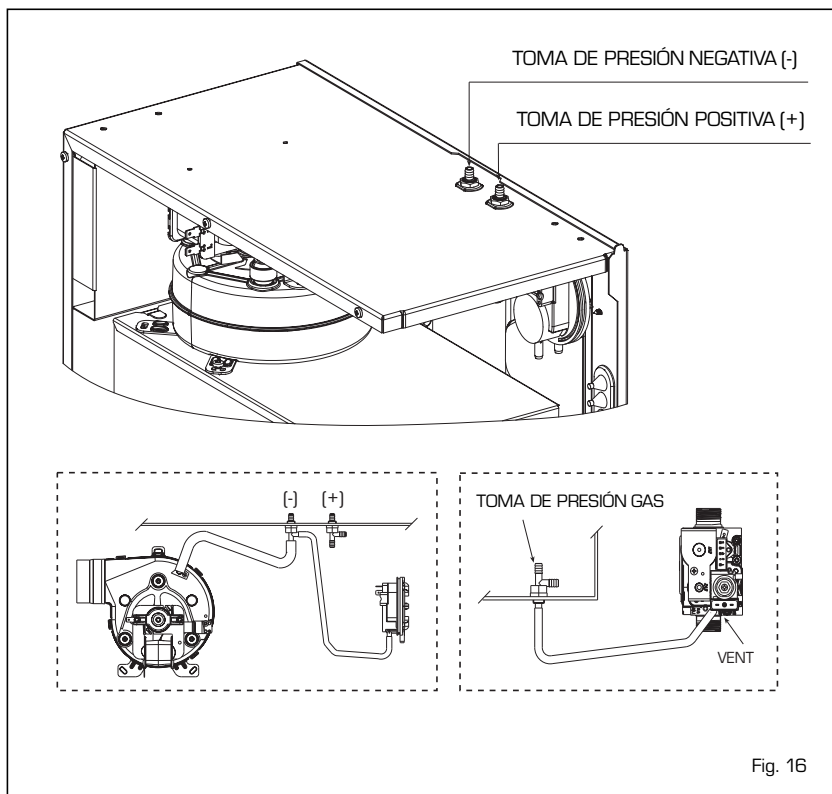

Fig. 16
3.8 PRESOSTATO DE HUMOS (fig. 16)